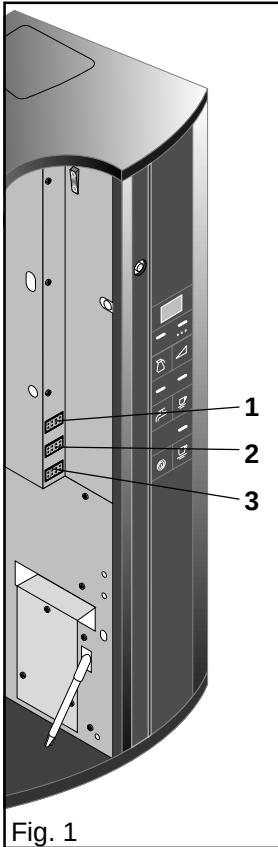

Fig. 1
- På hver enkelt tæller kan man aflæse det samlede antal udleverede drikke (fig. 1) f.eks.:
- Tæller til kaffe eller te (1)
- Tæller til mokka (2)
- Tæller til varmt vand (3)